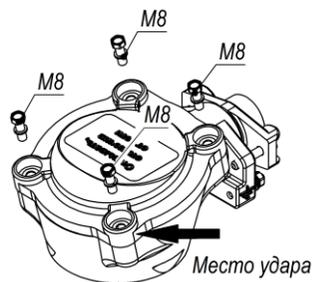

Рисунок 2 – Демонтаж крышки коробки выводов
- отвернуть болты 23 (4 болта М8 см. рисунок 2);